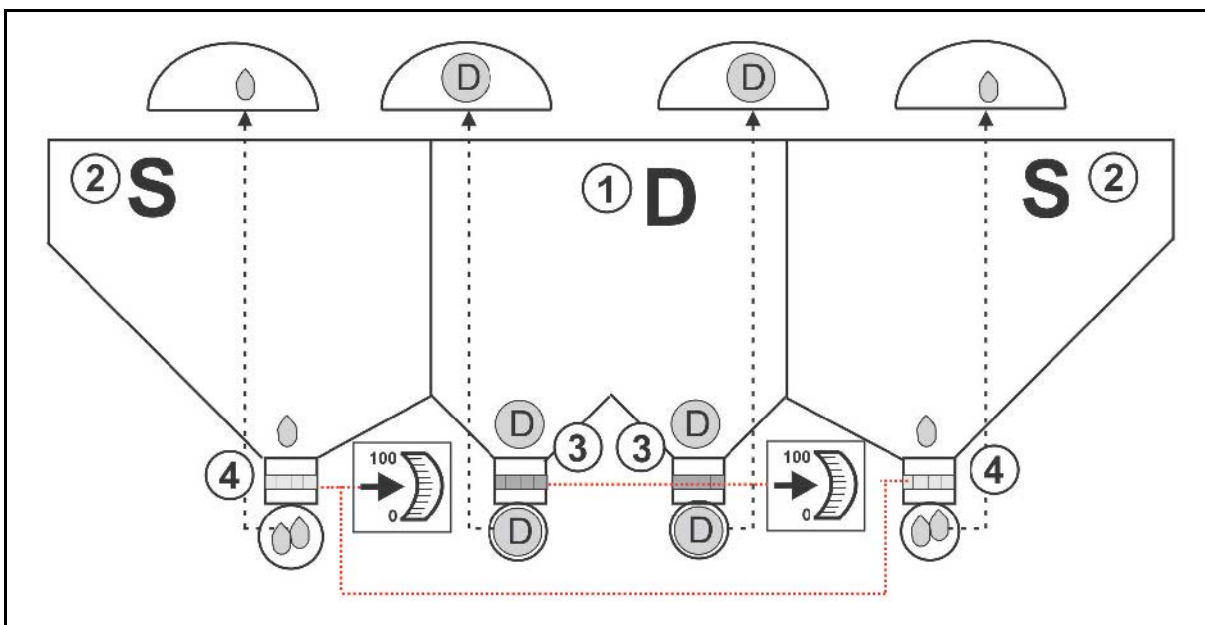

Рис. 30
- Для посева используйте внешние секции бункера (Рис. 30/2) с двумя внешними дозаторами (Рис. 30/4) и распределителями.
- Для внесения удобрения используйте среднюю, меньшую по размеру секцию (Рис. 30/1) бункера с двумя средними дозаторами (Рис. 30/3) и распределителями.
- Средние дозаторы оснастите дозирующими катушками для удобрений (Рис. 30/3).